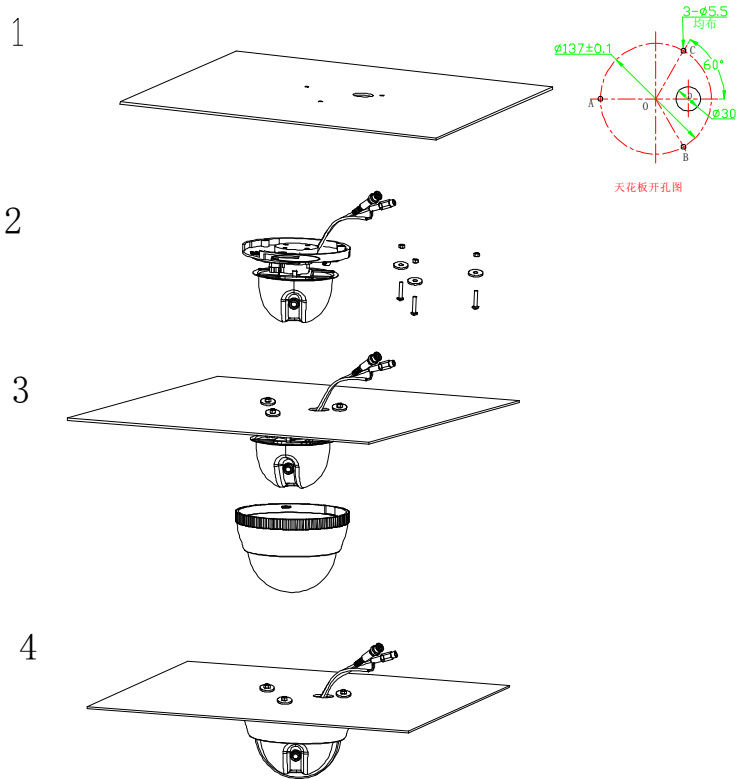

图 2 天花板安装示意图
(一) 天花板安装法。适用于带有天花板屋顶的安装。安装过程请参考图 2，安装说明如下。
1. 定位打孔。确定中速半球安装在天花板的中心位置“O”，以“O”为圆心、以 137MM 为直径画圆；根据扫描盲区（在中速半球底版上已标出）确定“A”、“B”、“C”三个螺钉孔（直径为 5.5MM 圆孔）的位置；如图 2 所示在“D”位置钻一个直径为 30MM 的圆形穿线孔 D，以便将线缆穿过天花板。